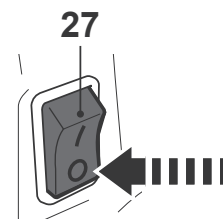

Fig. 26
- > Solte o acelerador (26) e deixe o produto funcionar em ralenti durante algum tempo.
- > Coloque o interruptor de ignição (27) na posição "O" (posição off) (Fig. 26).